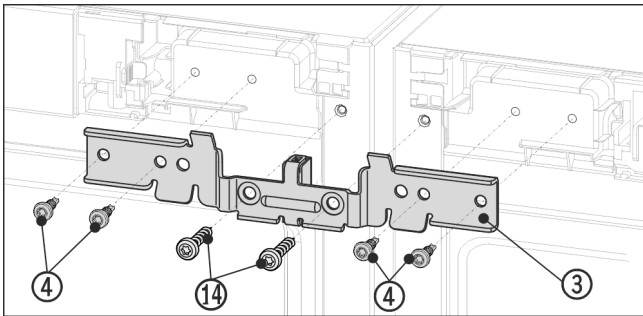

Fig. 12 Eksempelfremstilling
- ▶ Skyv vinkelen Fig. 12 (3) med avstandsstykket inn mellom enhetene og inn på tappene. Skru vinkelen løst på, avvekslende til høyre og til venstre med fire skruer Fig. 12 (4) og de tidligere utskrudde jordingskruene Fig. 12 (14).